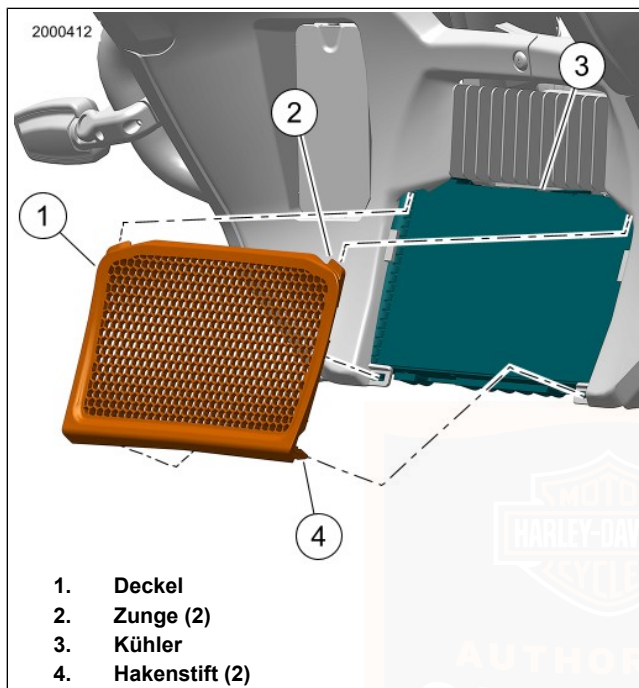

Abbildung 121. Kühlerabdeckung
1. Siehe Abbildung 121. Kühlerabdeckung entfernen.
- b. Die Unterseite der Kühlerabdeckung (1) gerade nach vorne ziehen.
- c. Die Kühlerabdeckung leicht nach unten schieben, bis sich die Laschen (2) aus der unteren Verkleidung lösen.
2. Ablagerungen von den Kühlerlamellen (3) entfernen.
- b. Die Hakenstifte (4) an den unteren Ecken der Kühlerabdeckung schmieren.
- c. Die Laschen (2) an der Kühlerabdeckung wieder in die untere Verkleidung schieben, bis sie einrasten.
- d. Die Hakenstifte (4) an der Kühlerabdeckung auf die Löcher in der unteren Verkleidung ausrichten.